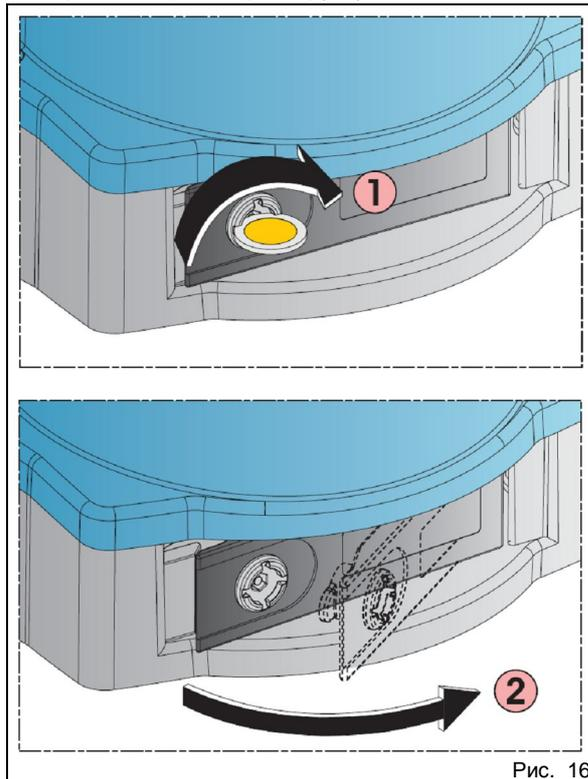

Рис. 16
1. С помощью монетки повернуть замок до упора по часовой стрелке (рис. 16, поз. 1).
2. Потянуть рычаг, как показано на рис. 16, поз. 2.